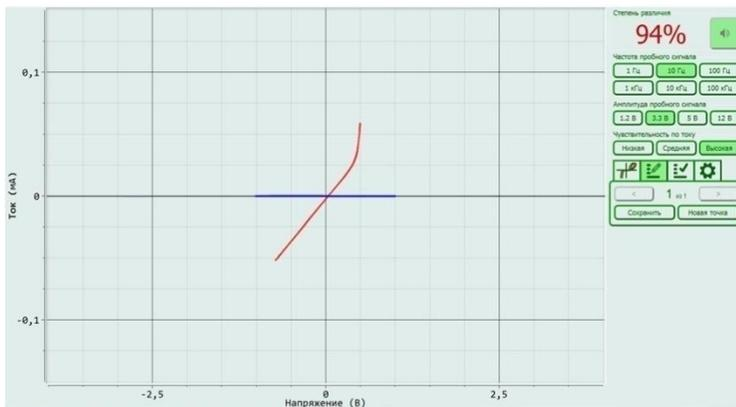

Рисунок 4. Внешний вид вкладки создания плана тестирования.
1. Для создания плана тестирования вставьте USB flash-накопитель в разъем USB на передней панели и перейдите в соответствующую вкладку на экране (Рисунок 4).